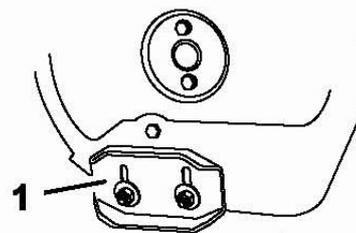

Рисунок 42.
3. Ослабьте гайки, которые крепят направляющие к бокам снегозаборника, чтобы направляющие свободно двигались вверх и вниз (рис. 42).